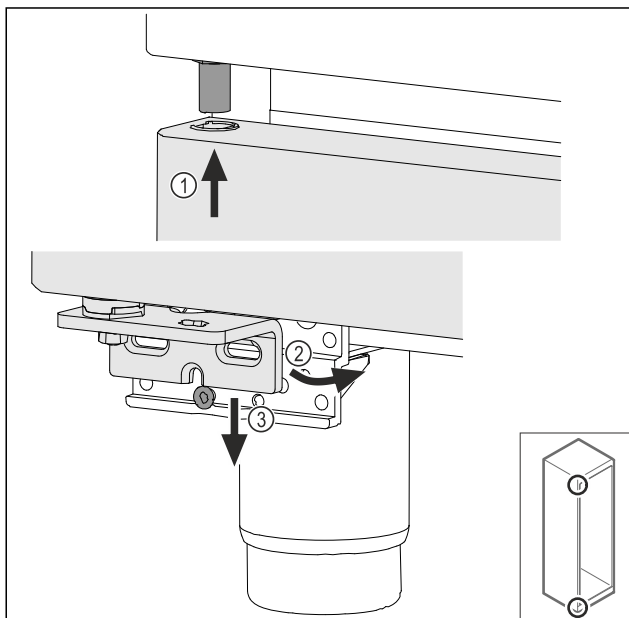

Fig. 43
- ▶ Περάστε επάνω την πόρτα υπό ελαφρά κλίση Fig. 43 (1), ευθυγράμμιση την πόρτα Fig. 43 (2) και τοποθετήστε την κάτω στη βίδα του στηρίγματος Fig. 43 (3).